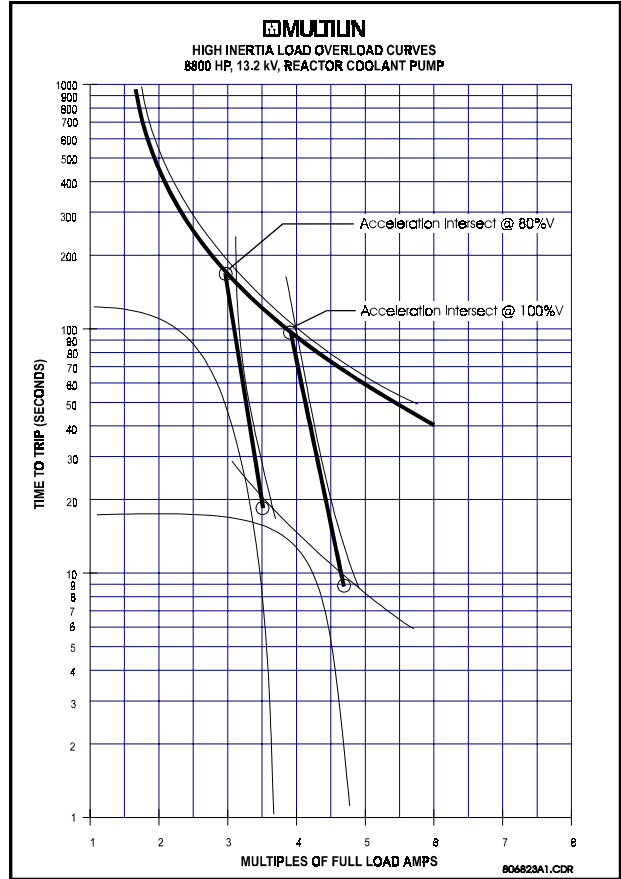

Figura 4-12 SOBRECARGA DEPENDIENTE DE VOLTAJE (CURVAS DE ACCELERACION)
2. Entre el valor de corriente por unidad para que la curva de sobrecarga de aceleración intersece con la curva usuario-definida para el 80% del voltaje de línea. También entre la corriente por unidad y el tiempo de protección por atascamiento seguro para el 80% del voltaje de línea. (ver FigurA 4-12)
3. Entre el valor de corriente por unidad para que la curva de sobrecarga de aceleración intersece con la curva usuario-definida para el 100% del voltaje de línea. También entre la corriente por unidad y el tiempo de protección por atascamiento seguro para el 100% del voltaje de línea. (ver FigurA 4-12)